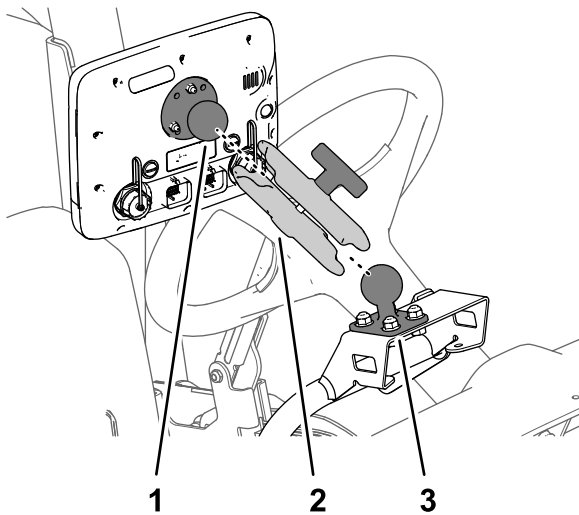

Bild 167
3. Montieren Sie das Kugelanschlussstück des Monitors und die Kugelbefestigung an der Maschine am Monitorarm (Bild 167).
4. Stellen Sie den Monitor so ein, dass er von der Bedienerposition aus sichtbar ist und ziehen Sie das Handrad des Monitorarms mit der Hand an (Bild 167).